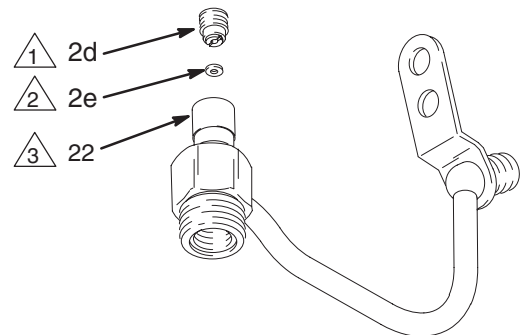

Fig. 13
1. Graisser légèrement les cavités intérieures du corps du tuyau de fluide (22). Monter le petit joint (2e) avec les lèvres tournées vers la cavité du corps du tuyau de produit. Monter l'écrou de blocage du joint (2d) et le serrer au couple 3,4–4,5 N.m. Voir Fig. 13.